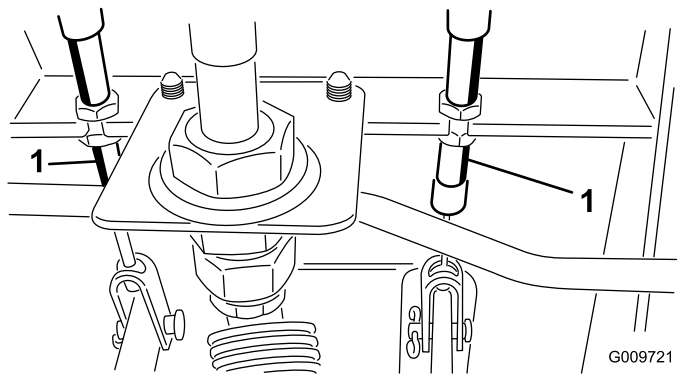

Рисунок 119
- А. Отпустите переднюю гайку на резьбовом конце троса тормоза (Рисунок 119).